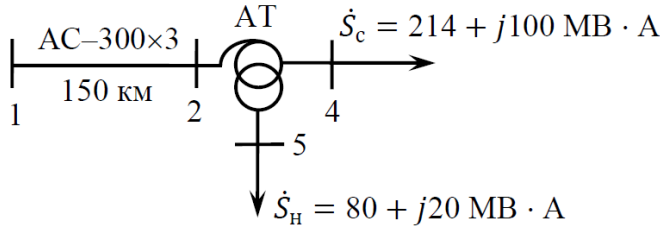
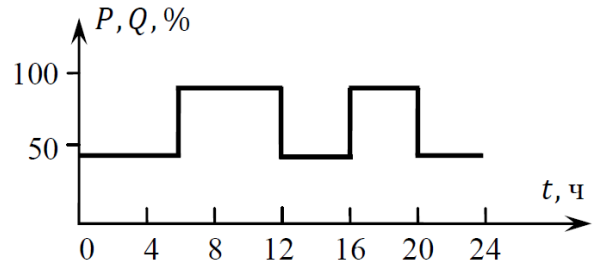

Рис. 2.1. Схема сети
Рис. 2.2. График нагрузки
**Задача 4.** Определить потери мощности и годовые потери электроэнергии для сети, представленной на рис. 2.1, нагрузки, показанные на схеме, соответствуют максимальному режиму. График нагрузки приведен на рис. 2.2. Напряжение в питающем узле 1 равно 525 кВ.